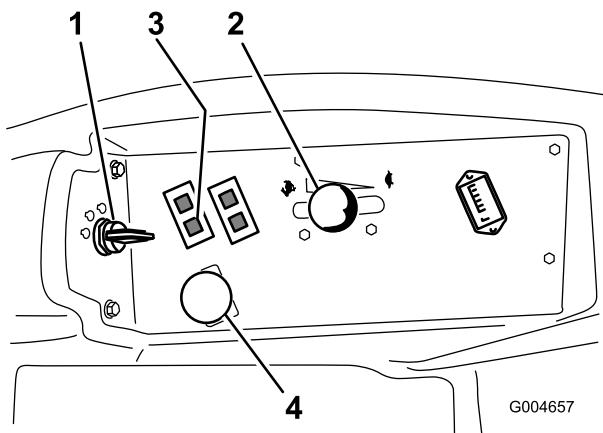

Figure 43
5. Réglez la manette d'accélérateur à mi-course entre les positions bas et haut régime (Figure 43).